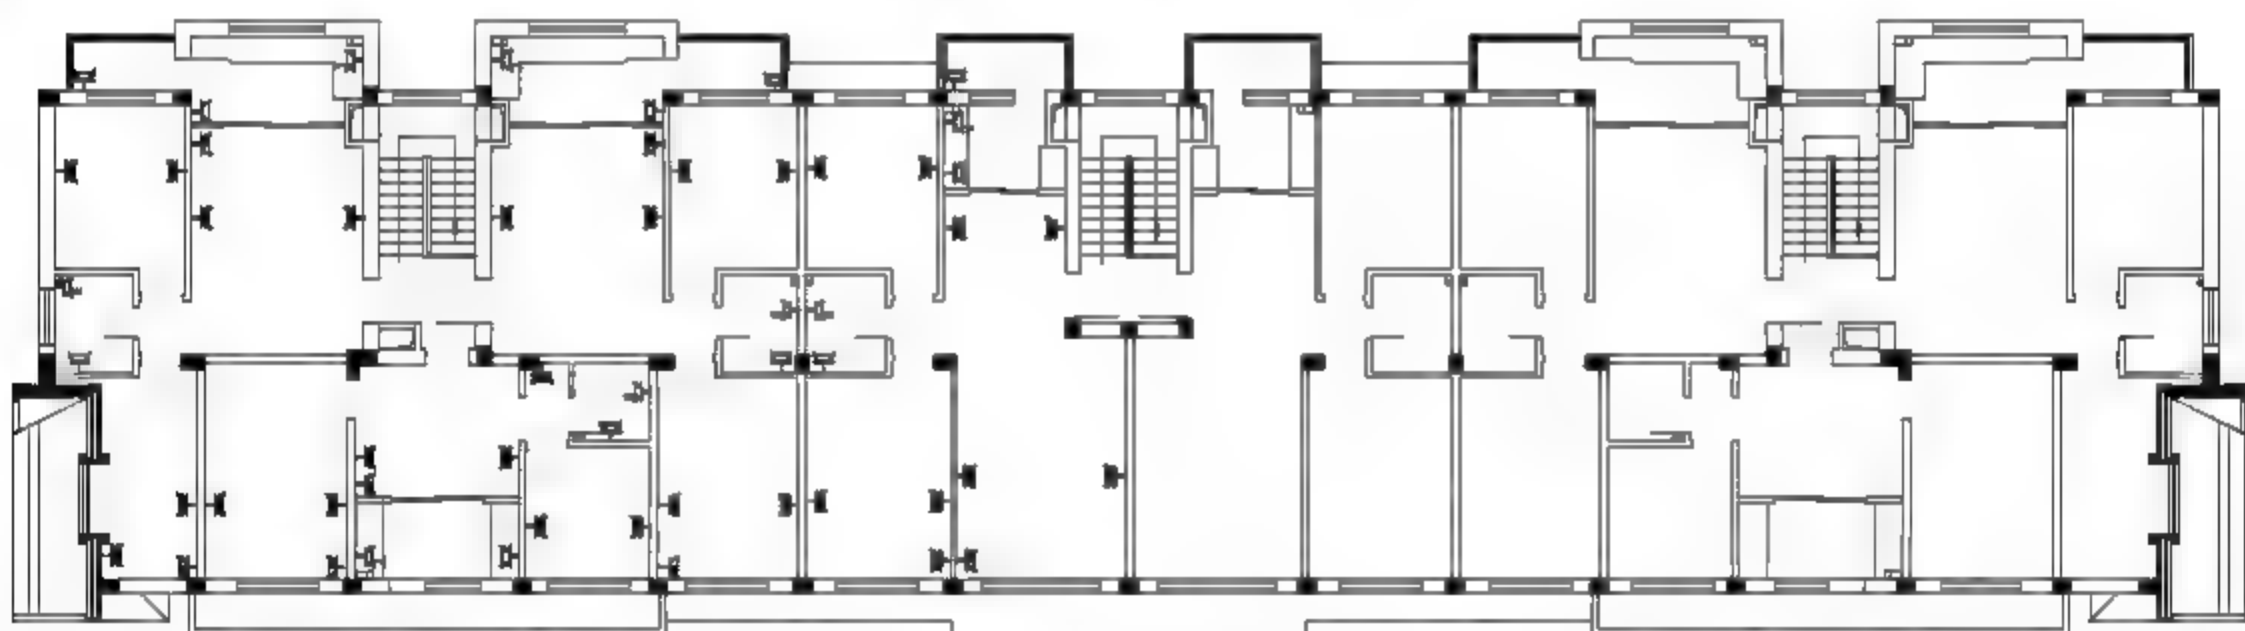

图12-18 布置插座
**01** 调入插座图块。打开本书配备资源中的“素材\第12章\电气图例.dwg”文件，选择空调插座、安全插座等图块，将其复制至当前图形中，如图12-18所示。